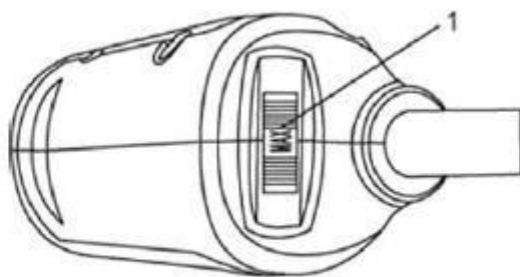
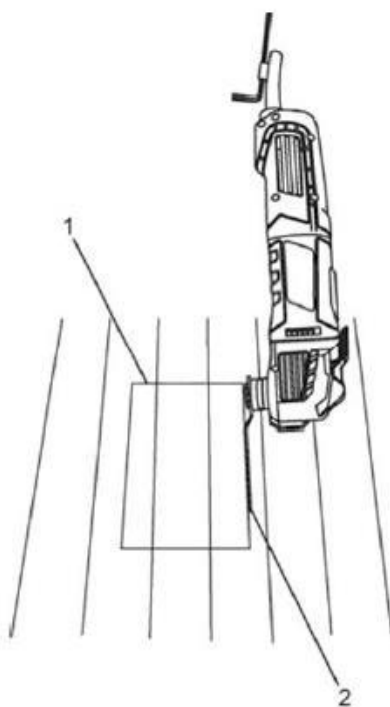
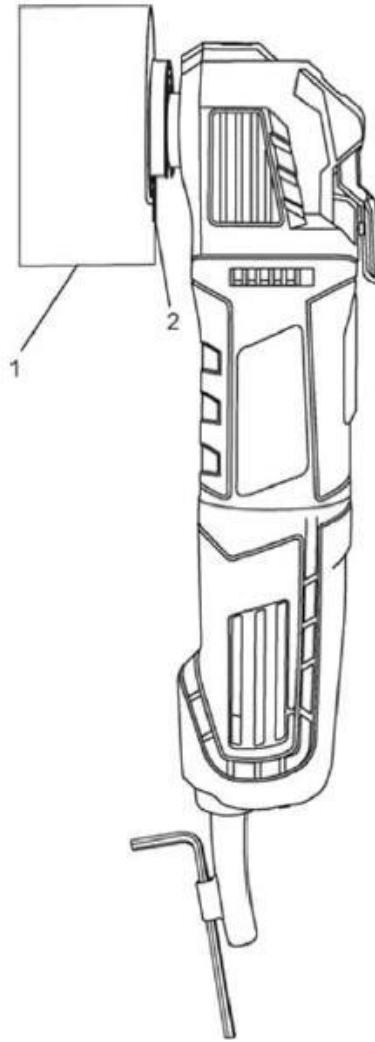

Fig. 8
Fig. 10
Fig. 11
Turația dispozitivului se poate seta astfel încât dispozitivul să lucreze la turații între 8 000 rot./min și 18 000 rot./min., prin rotirea regulatorului turației (1), aflat în partea posterioară a corpului dispozitivului (fig. 8).
3. Amplasați unealta cu lama de tăiere (3) astfel încât să se atingă ușor de dală iar dinții de tăiere să NU ATINGĂ suprafața de tăiere.
4. Setați turația la maxim (fig. 8 la pag. 12).
2. Așezați grilajul de acoperire pe podea și cu un creion moale desenați pe dală conturul orificiului dreptunghiular necesar (1) (fig. 10).
3. Așezați lama de tăiere (2) în apropierea podelei, în mijlocul uneia dintre tăieturi.
4. Setează turația uneltei la valoare medie (fig. 8).
2. Așezați priza pe perete și, cu un creion moale, desenați pe rigips conturul orificiului dreptunghiular necesar (1) (fig. 11).
3. Așezați colțul lamei de tăiere (2) în apropierea rigipsului, în mijlocul uneia dintre tăieturi.
4. Setați turația la valoare maximă (fig. 8).
3. Setați regulatorul turației între 5 și MAX (fig. 8).
2. Setați regulatorul turațiilor la 4 (fig. 8).